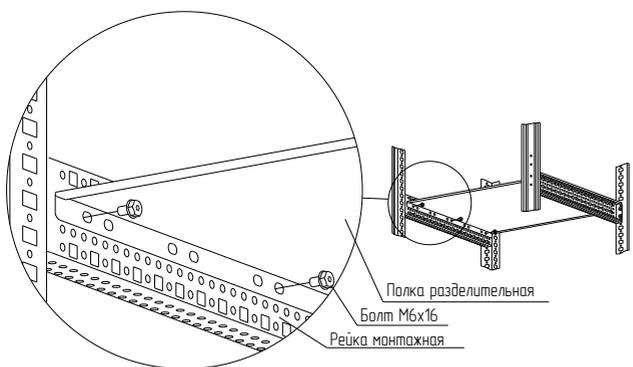

Рисунок 17
4.7.3 Закрепить полку разделительную болтами М6 х 16 между рейками монтажными (рисунок 17). Момент затяжки – 7 Н·м. Болты приобрести отдельно.